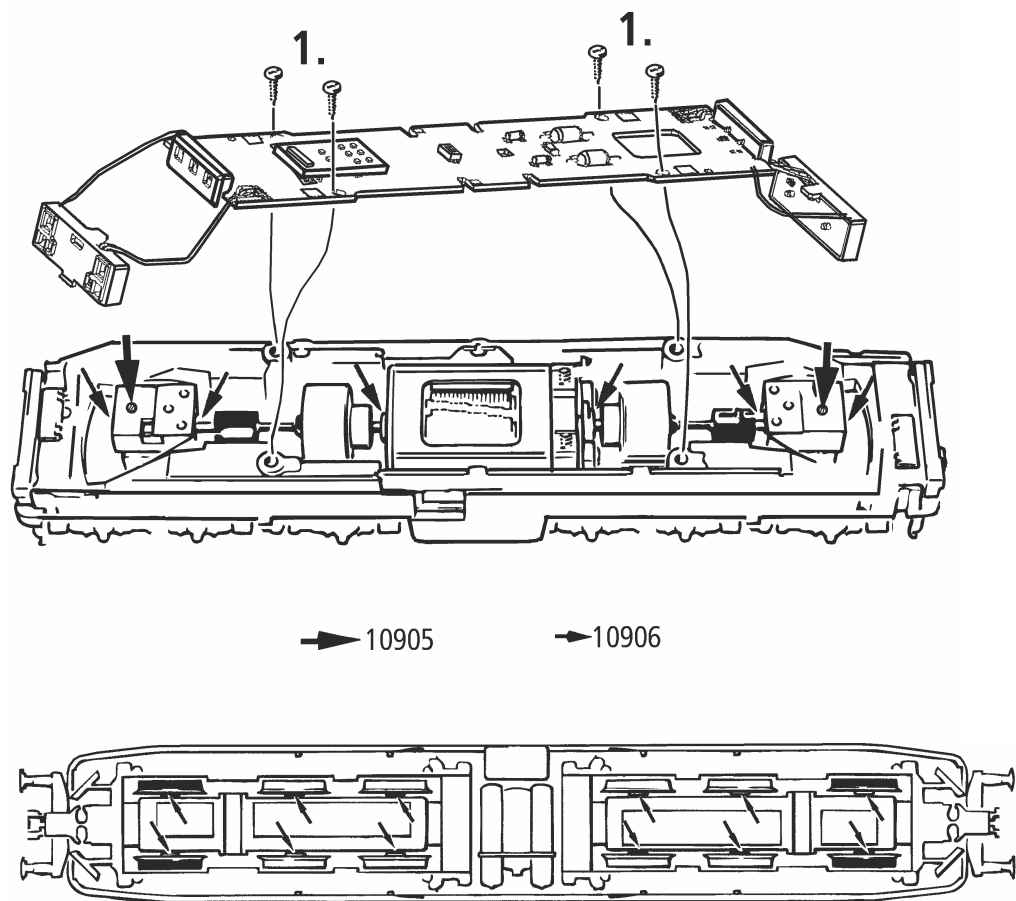

Fig. 9
3. Haftreifenwechsel: Zuerst den Getriebedeckel abnehmen (Fig. 7). Danach den **Radsatz** herausnehmen und den **Haftreifen** mit einer Nadel oder mit einem feinen Schraubendreher abziehen (Fig. 9). Beim Aufziehen des neuen Haftreifens bitte darauf achten, dass dieser sich **nicht verdreht**.
3. Échange des bandages d'adhérence: Démontez d'abord le **couvercle du carter** des engrenages (fig. 7). Délogez ensuite les essieux bandagés et enlevez, à l'aide d'une aiguille ou d'un tourne-vis fin, les bandages d'adhérence (fig. 9). Lors du montage des nouveaux bandages veuillez veiller à ce que les bandages **ne soient pas tordus**.
3. Change of traction tyre: Remove **gear cover** (fig. 7). Take out **wheel set** and remove **traction tyre** using a pin or a fine screwdriver (fig. 9). When pressing on the new traction tyre please **avoid twisting** it.